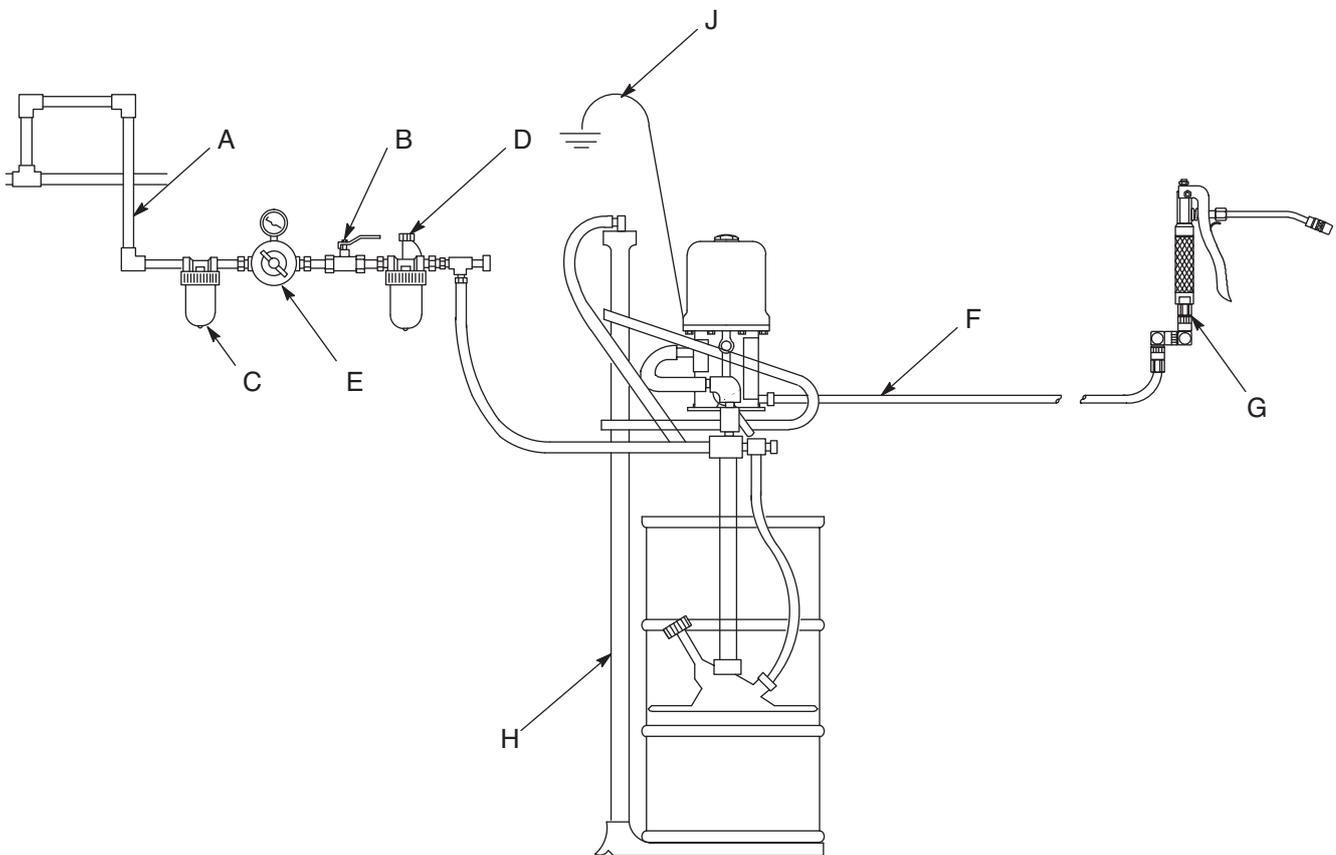

ABB. 2: Typische Installation
Installieren Sie die Zubehörteile der Luftleitung in der Reihenfolge gemäß ABB. 2. Vor dem Luftregler (E) in Reichweite der Pumpe einen Lufthahn mit Entlastungsbohrung installieren (B). Einen Luftfilter (C) installieren, um Schmutz und Feuchtigkeit aus der Druckluftzufuhr zu entfernen. Zur automatischen Schmierung des Luftmotors nahe dem Pumpenluft-einlass einen Luftöler (D) installieren. Einen Luftregler (E) installieren, um damit die Geschwindigkeit der Pumpe zu regeln.
Die in ABB. 2 gezeigte Installation stellt nur eine Richtlinie für die Auswahl und den Einbau von Systemkomponenten und Zubehörteilen dar. Ihr Graco-Händler hilft Ihnen gerne bei der Zusammenstellung eines auf Ihre spezifischen Anforderungen abgestimmten Systems.
Den Luftregler (E) zum Steuern der Pumpengeschwindigkeit und des Materialdrucks verwenden. Siehe ABB. 2. Immer mit dem kleinsten Druck arbeiten, der notwendig ist, um die gewünschten Ergebnisse zu erzielen.